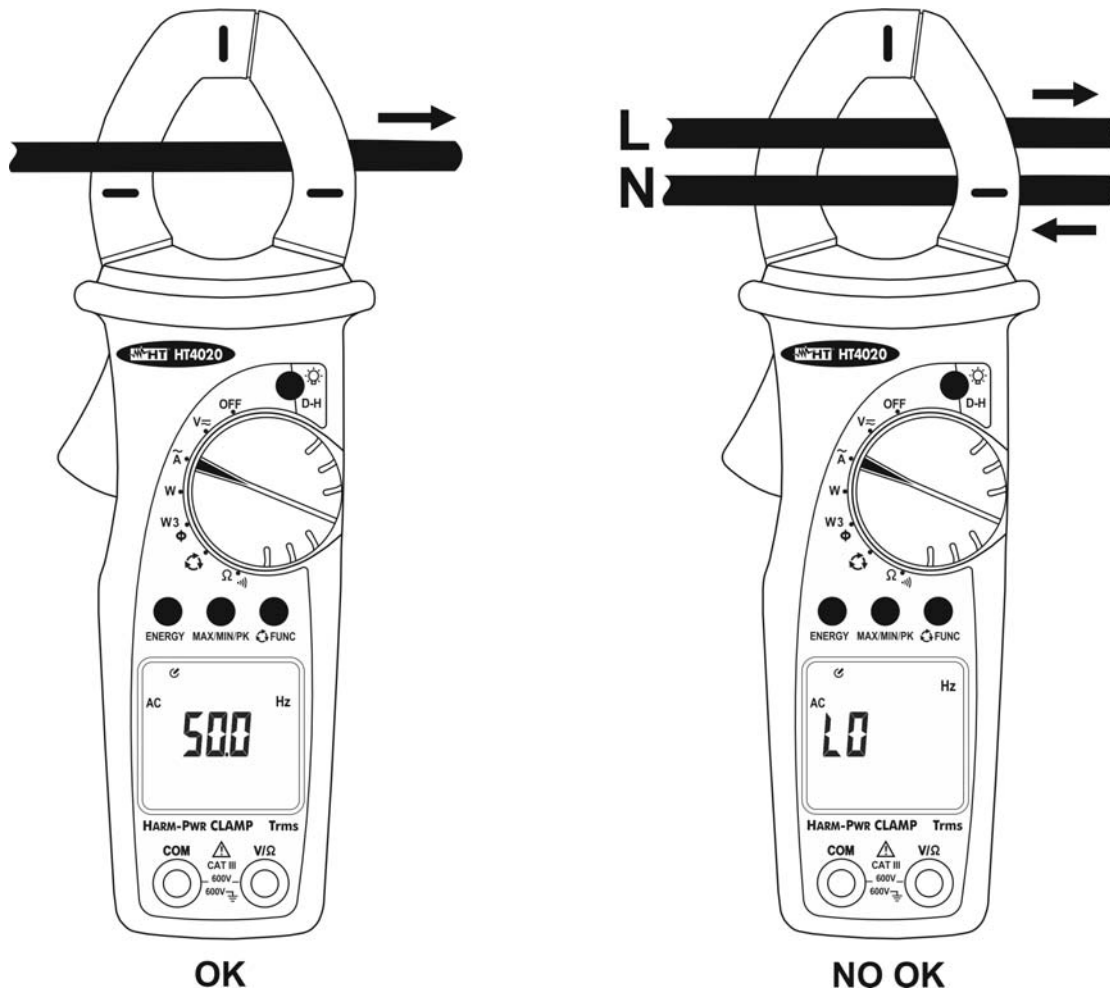

Fig. 9: Medida de la frecuencia de la corriente CA
3. Abra el maxilar y engatille un único cable al centro del toroidal (ver § 4.1.2 y Fig. 9). El valor de la frecuencia es indicada sobre el visualizador
4. La visualización del símbolo "O.L" indica que el valor de la frecuencia en examen es superior al fondo de escala del instrumento. El símbolo "LO" es muestrato en el caso de la inserción incorrecta del instrumento (ver Fig. 9) o con valores por debajo del mínimo mensurable